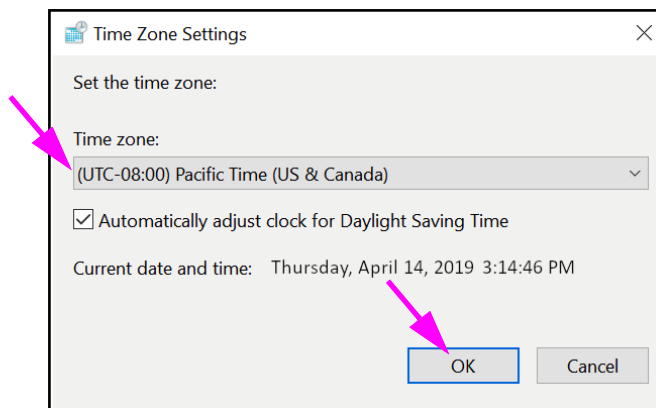

Figure 2-36. Boîte de dialogue Time Zone Settings (Paramètres de fuseau horaire)
5. Cliquez sur le bouton **Change time zone (Changer de fuseau horaire)**.... La boîte de dialogue Time Zone Settings (Paramètres de fuseau horaire) s'affiche. Voir Figure 2-36.